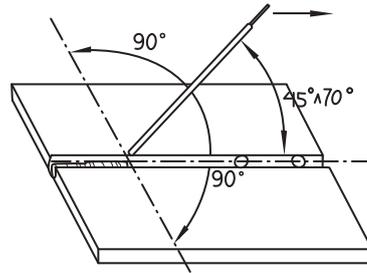

Figura 3
a. Incline el electrodo en dirección al avance (figura 3).